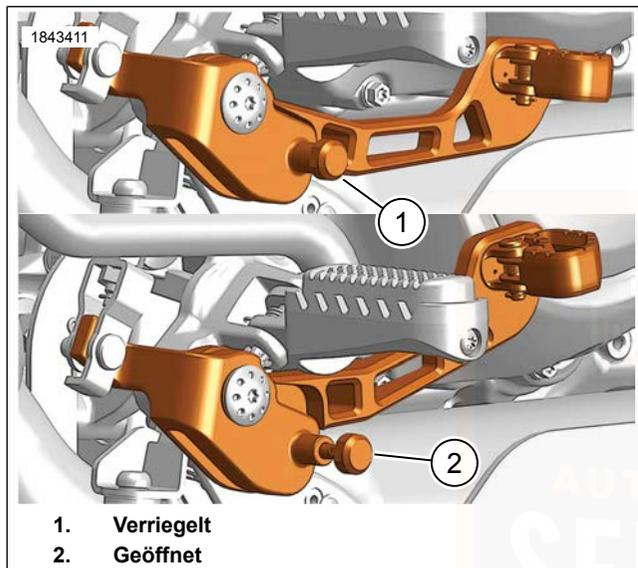

Abbildung 25. Einstellung der Bremspedalhöhe
Siehe Abbildung 25. Die Höhe des Bremspedals kann eingestellt werden, indem der federbelastete Pedalstift in die entriegelte Position (2) gezogen und das Pedal in die gewünschte Position gebracht wird. Den Pedalstift wieder in die verriegelte Position (1) bringen.